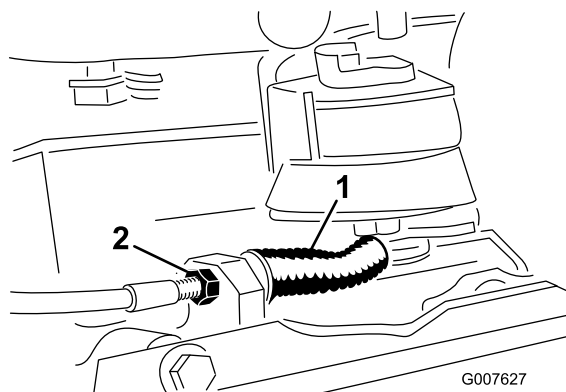

Figura 35
- Para reducir la tensión del cable, afloje la contratuerca delantera del cable y apriete la contratuerca trasera (Figura 35). Repita los pasos 1 y 2 y ajuste la tensión si es necesario.
- Para aumentar la tensión del cable, apriete la contratuerca delantera del cable y afloje la contratuerca trasera (Figura 35). Repita los pasos 1 y 2 y ajuste la tensión si es necesario.